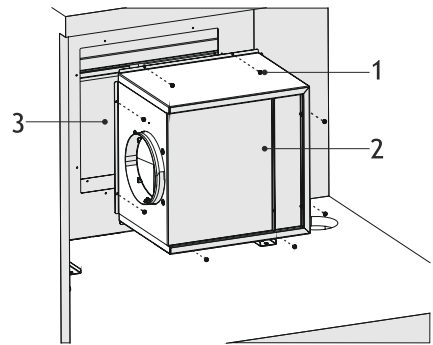

Fig. 18
8. ▶ Montera motorkabinettet på fläkten med 8 x 3,5x6,5 skruvar (Fig. 18).